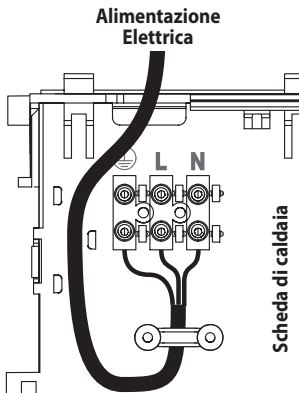

Figura 5.16
- Collegare il cavo di alimentazione elettrica all'interruttore onnipolare rispettando la corrispondenza della linea (filo marrone) e del neutro (filo azzurro) (Figura 5.16).